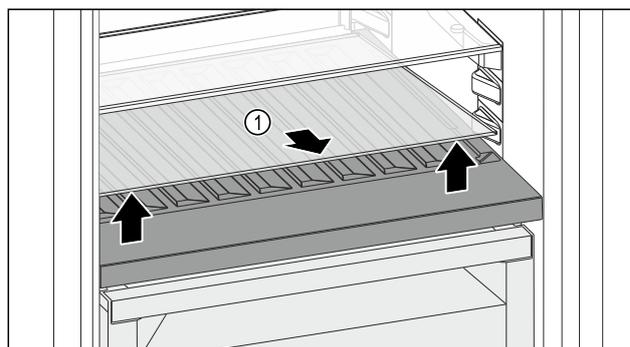

Fig. 109
- Sklenú dosku Fig. 109 (1) na vybrání vpredu nadvihnite a vytiahnite.
- Sklenú dosku Fig. 109 (1) bezpečne uchovávajte mimo zariadenia.